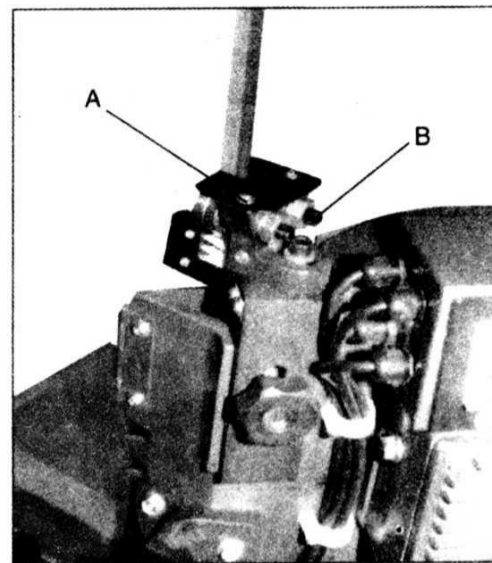

рис. 14
3. Ослабьте винт с шестигранной головкой (А, рис. 14) и отрегулируйте узел так, чтобы подшипник заднего ролика находился на расстоянии примерно 0,08–0,12 мм от задней части ленточного полотна.